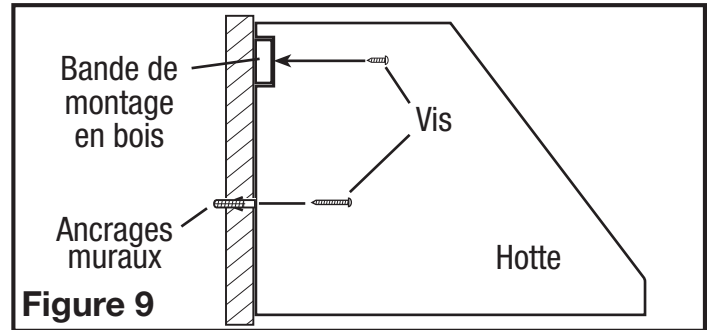

Figure 9
3. Faire reposer la cavité sur le côté arrière de la hotte sur la bande de bois et fixer à la bande de bois avec les vis de .75 po comprises au travers des trous dans l'arrière de la hotte qui s'alignent avec la bande de bois (utiliser les 6 vis pour les largeurs de 30 po et de 36 po cm et 8 vis pour les largeurs supérieures). Fixer le bas de la hotte en installant les vis fournies avec les ancrages muraux (Figure 9).